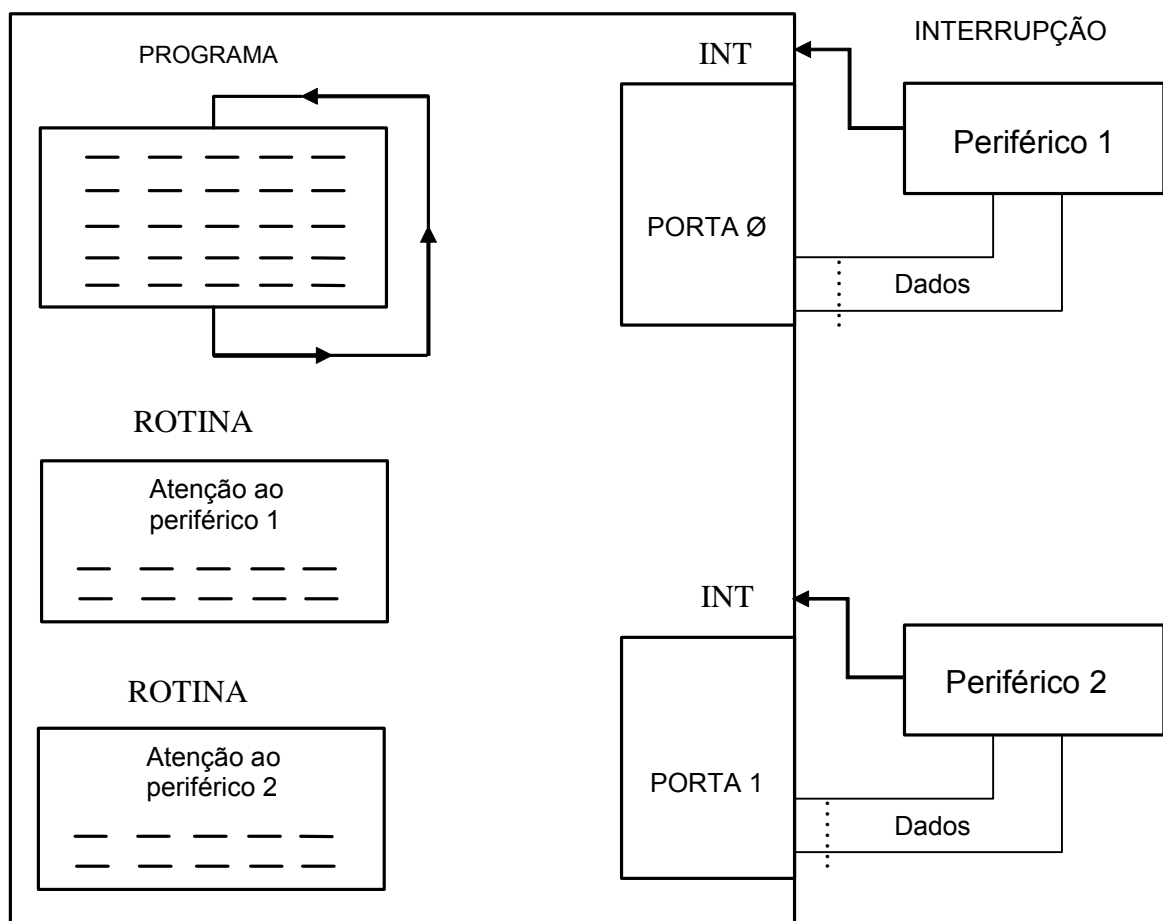

Figura 3.31 Serviço de periféricos por interrupção.
- b) Interrupção: Serviço direto entre periféricos e CPU, sempre que o primeiro solicite estabelecer o diálogo. A figura 3.31 mostra o serviço de